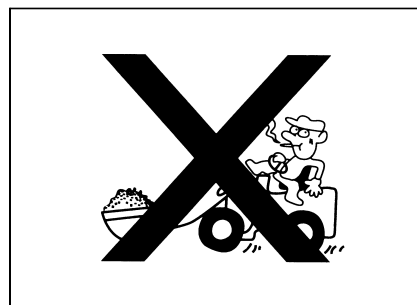

Рис. 1-62
- Выпуск рук и ног вызывает ранение. Запрещается положить руки и ноги на рабочие устройства (рис. 1-62).